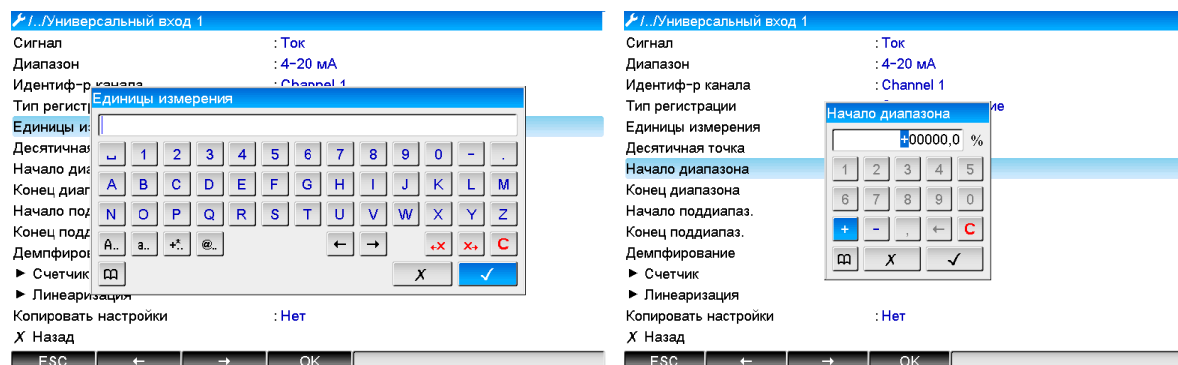

Рисунок 1.3 – Виртуальная клавиатура Мемограф–М1
1.4.1.2 Для ввода текста и чисел можно использовать виртуальную клавиатуру (рисунок 1.3). При необходимости она открывается автоматически. Для выбора требуемого символа необходимо повернуть и нажать навигатор или воспользоваться сенсорным экраном или мышью.